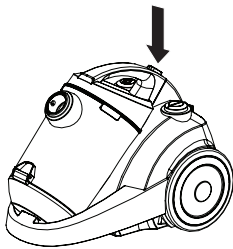

Figure 9
3. Démontez le collecteur de poussière; pour cela, vous enfoncez le bouton de déblocage (voir la figure 9) du collecteur de poussière, et vous le sortez, et tenez-le au-dessus d'une poubelle.